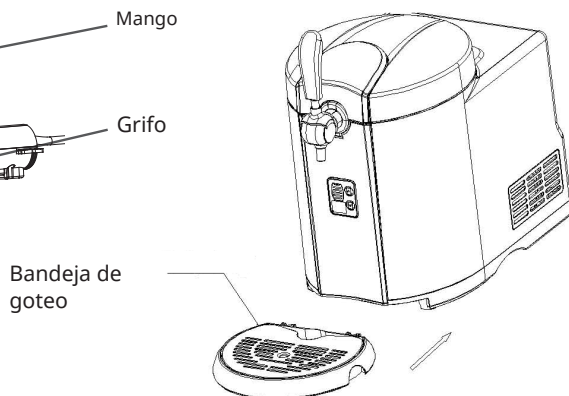

Figura 2
3. Deslice la bandeja de goteo en la abertura provista (vea la figura 2).